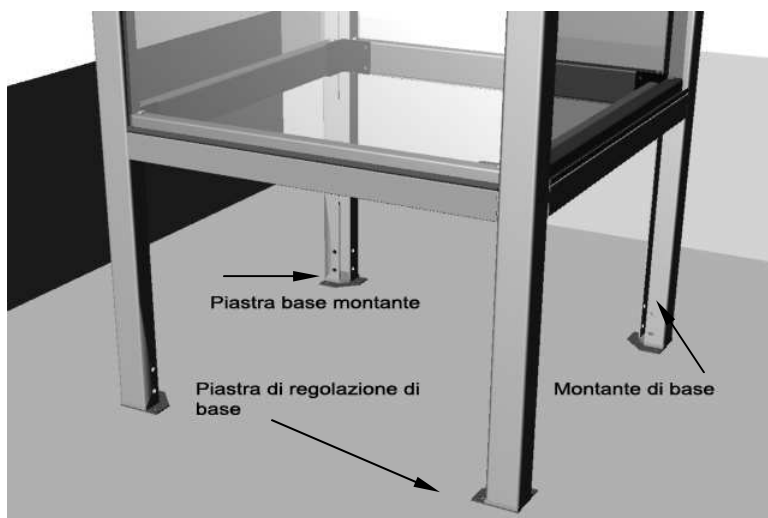

Fig. 4.1
- ✓ I montanti di base sono caratterizzati da una piastra saldata ad una estremità. Posizionare i quattro montanti come indicato in fig. 4.1, 4.2 e 4.3 in base alla tipologia di posizionamento della struttura rispetto alla fossa.